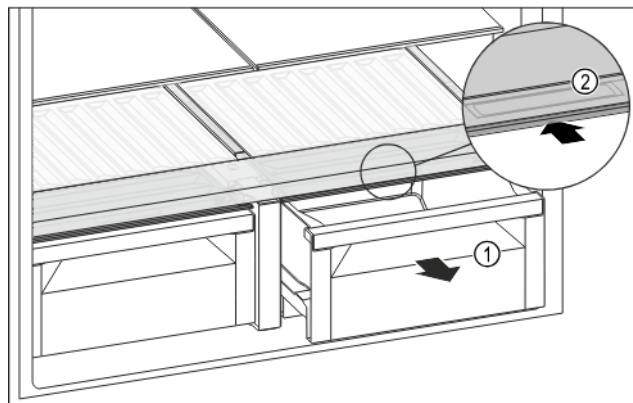

Fig. 123
- ▶ Wyciągnąć szufladę Fig. 123 (1).
- ▶ Chwycić uchwyt wpuszczany Fig. 123 (2) na pokrywce komory i przesunąć pokrywę jednocześnie do tyłu.